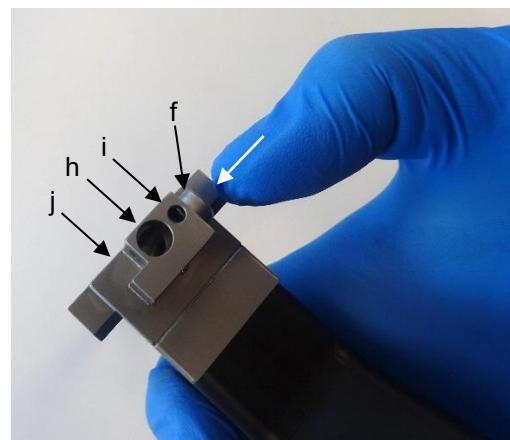
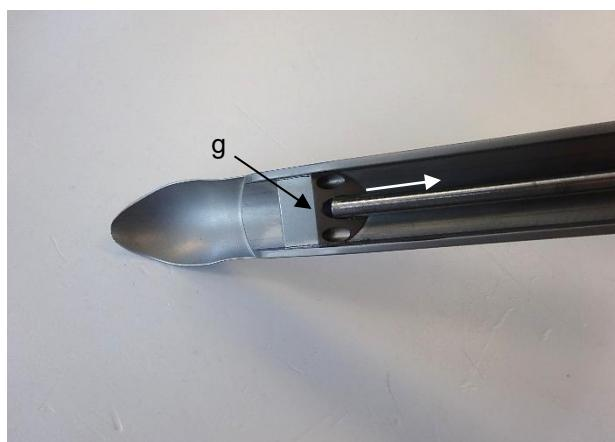

Abb. 12b
Abb. 12c
7. Zur Entnahme des Endoskops (o) ist der Druckknopf (f) zur Entriegelung der Verriegelung zu betätigen (Abb. 12b) und währenddessen das Endoskop (o) aus der Aufnahmebohrung für das Endoskop distal (g) herauszuziehen (Abb. 12c). Anschließend ist das Endoskop aus der Aufnahmebohrung für das Endoskop proximal (h) zu ziehen (Abb. 12d). Ist das Endoskop vollständig aus dem Haken entnommen, kann der Druckknopf (f) zur Entriegelung der Verriegelung losgelassen werden.